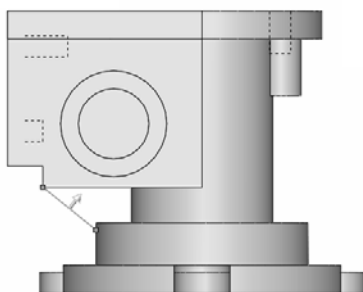

图 7-123 创建筋特征
3) 生成筋特征。单击“特征”工具栏中的 (筋) 按钮, 弹出“筋”属性管理器。单击 (两侧) 按钮, 在 (筋厚度) 文本框中输入“3”, 其他选项设置如图 7-123 中左图所示; 在绘图区选择如图 7-123 所示的拉伸方向, 然后单击 (确定) 按钮。